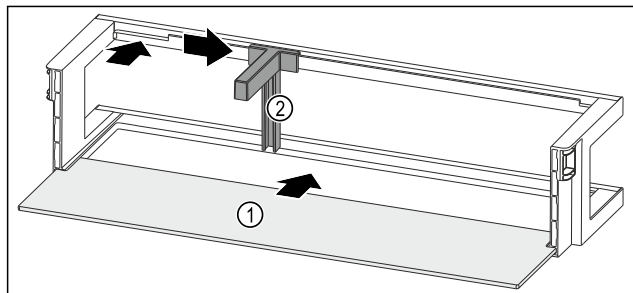

Fig. 206 Лотки на дверцятах з полицею
- ▶ Всуňte полицю Fig. 206 (1) в бокові пази.
- ▶ Вставте тримач пляшок Fig. 206 (2) у паз.
- ▶ Пересуньте тримач пляшок Fig. 206 (2) убік до бажаної позиції.